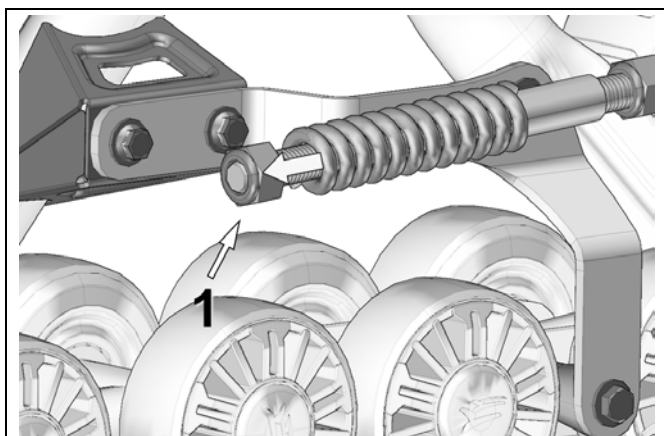

Figure 10
- Desserrer l'écrou (1) comprimant le ressort du bras stabilisateur. Voir la Figure 10.